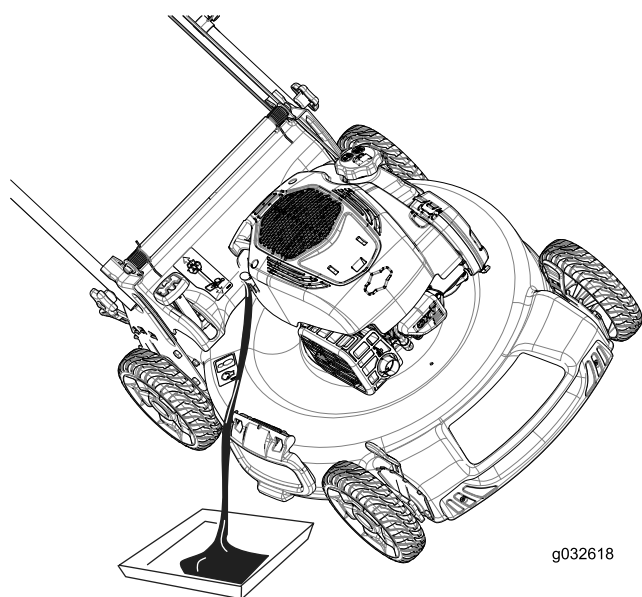

Рисунок 33
3. Для слива отработанного масла через маслозаливной патрубкок переверните машину набор воздушным фильтром вверх (Рисунок 33).